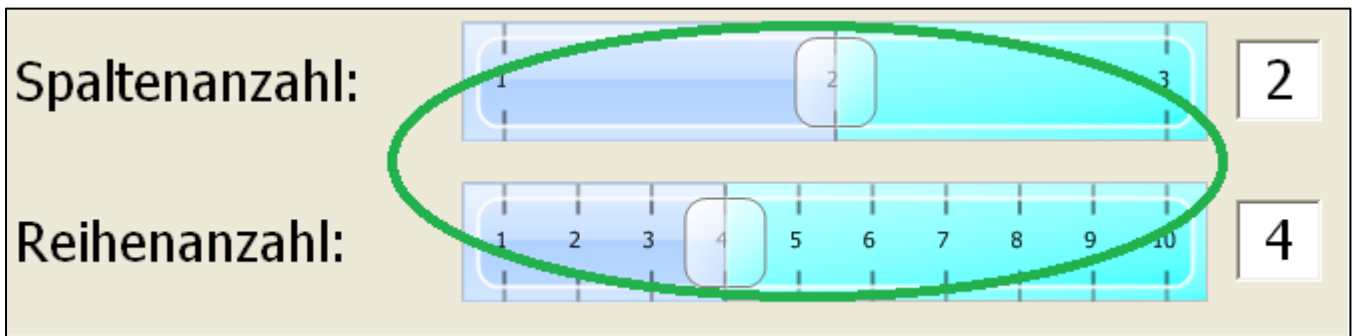

Abbildung 5
- Spalten und Reihen Anzahl für die Standardmaterialien auf der Kassenoberfläche (Abb. 5).